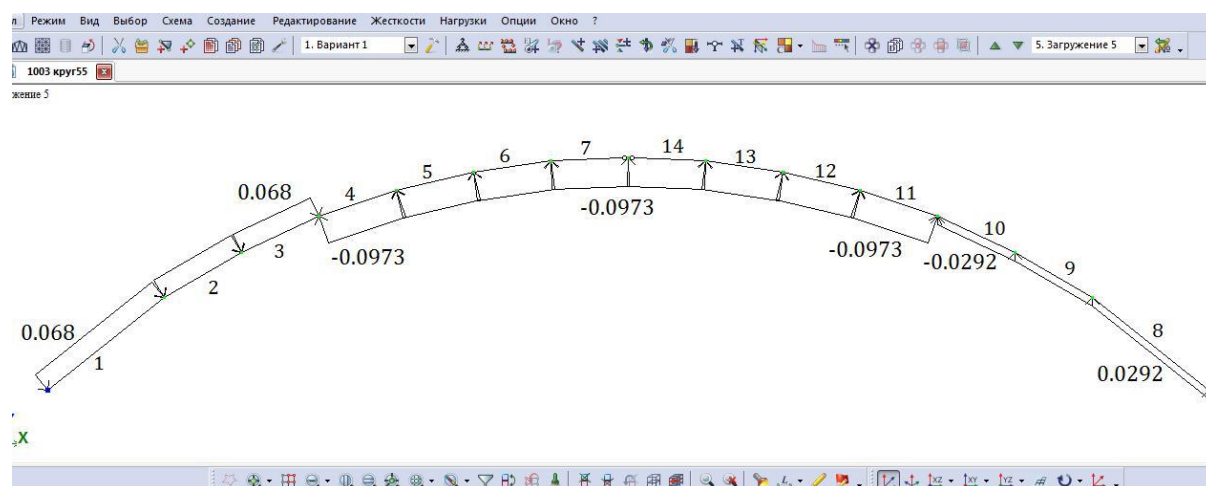

Рис. 2.33 Пятое загрузка (ветровая нагрузка)
- Вид расчетной схемы после задания в схеме нагрузок пятого загрузки приведен на рис. 2.33.